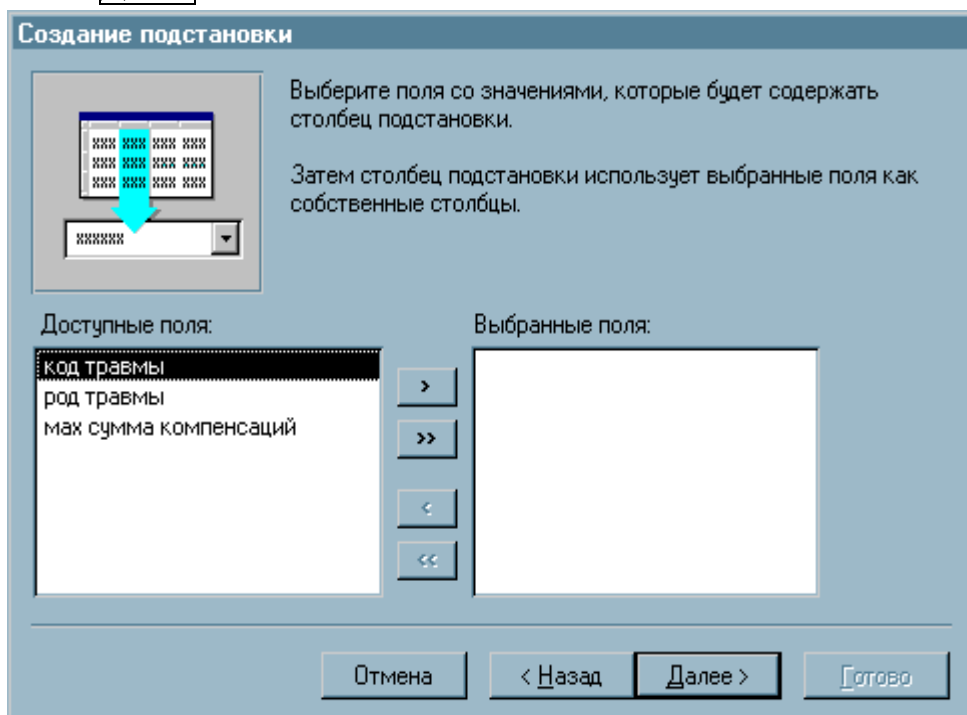

Рис. 2.5 – Вікно вибору полів-джерел в Майстрі Підстановки
5. У вікні, що з'явилося (рис. 2.5), необхідно помітити спочатку ключове поле (для нашого приклада, поле *Код_травмы*) і натиснути кнопку **>**. А потім виділяти поля, що пояснюють ключове поле (для нашого приклада, поле *Род_травмы*) і кнопкою **>** поміщати їх у праву частину, а потім клацнути по кнопці **Далее**.